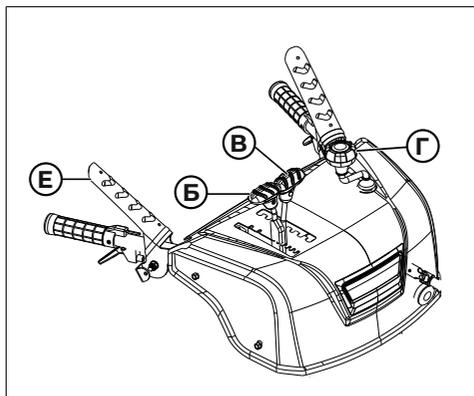

Рис. 23
1. Повернуть рукоятку вращения желоба (рис. 23, поз. Г), чтобы установить направление выброса снега.
2. С помощью рычага управления дефлектором (рис. 23, поз. В) передвиньте дефлектор вверх или вниз. Чтобы снег отбрасывался дальше, поднимите дефлектор.
3. Используйте рычаг переключения скоростей (рис. 23, поз. Б), чтобы выбрать переднюю или заднюю скорость. При очистке от влажного тяжелого снега включайте более низкие скорости. При очистке от легкого снега используйте более высокие скорости.
**Примечание:** Перед переключением скоростей обязательно отпустите рычаг сцепления (рис. 23, поз. Е).